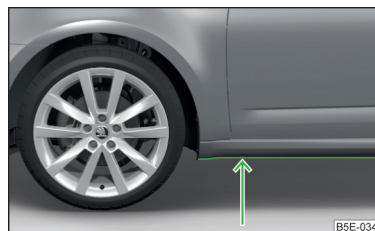

Abb. 142
- Daher vor einer Wasserdurchfahrt die Wassertiefe feststellen. Der Wasserstand darf maximal an die Unterkante des Unterholms reichen » Abb. 142.